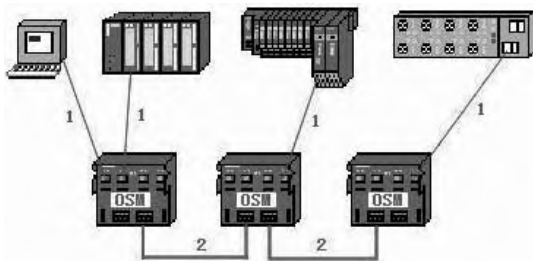

图 7-52 总线拓扑应用
② 总线型 如图 7-52 所示, 所需的电缆较少、价格便宜、管理成本高、不易隔离故障点、采用共享的访问机制, 易造成网络拥塞。早期以太网多使用总线型的拓扑结构, 采用同轴缆作为传输介质, 连接简单, 通常在小规模的网络中不需要专用的网络设备, 但由于它存在的固有缺陷, 已经逐渐被以集线器和交换机为核心的星型网络所代替。如图 7-52 所示, 3 台交换机组成总线网络, 交换机再与 PLC、计算机和远程 IO 模块组成网络。